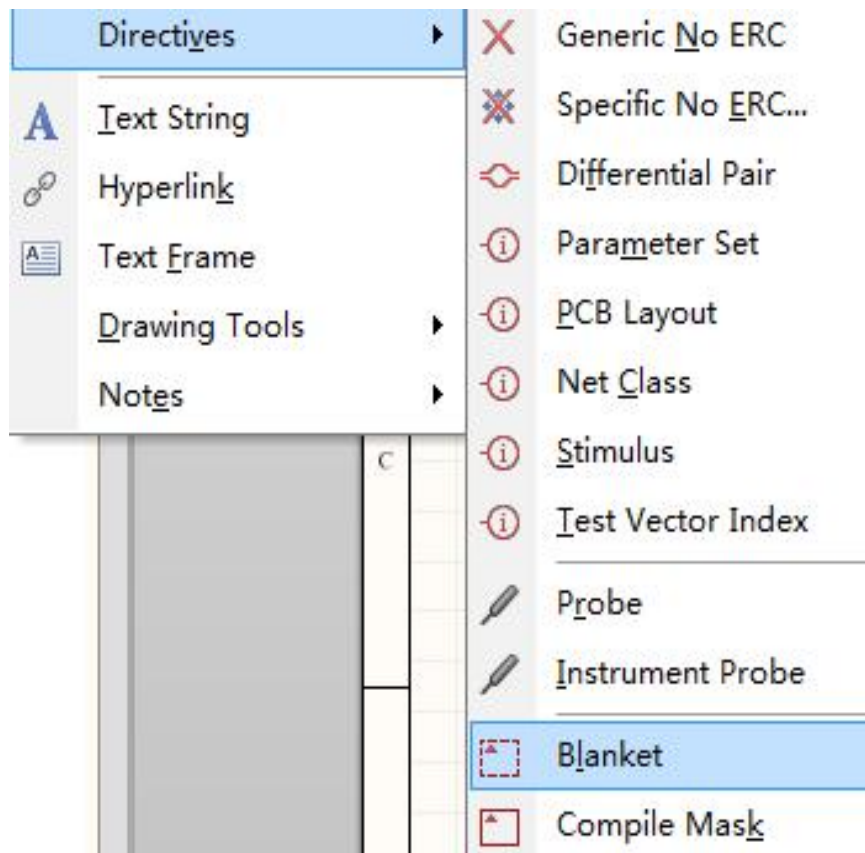

图3-54 放置Blanket
- 1) 执行菜单命令“**Place|Directives|Blanket**”，或按快捷键“**P|V|L**”，如图3-54所示，光标变成十字形且随光标浮动。